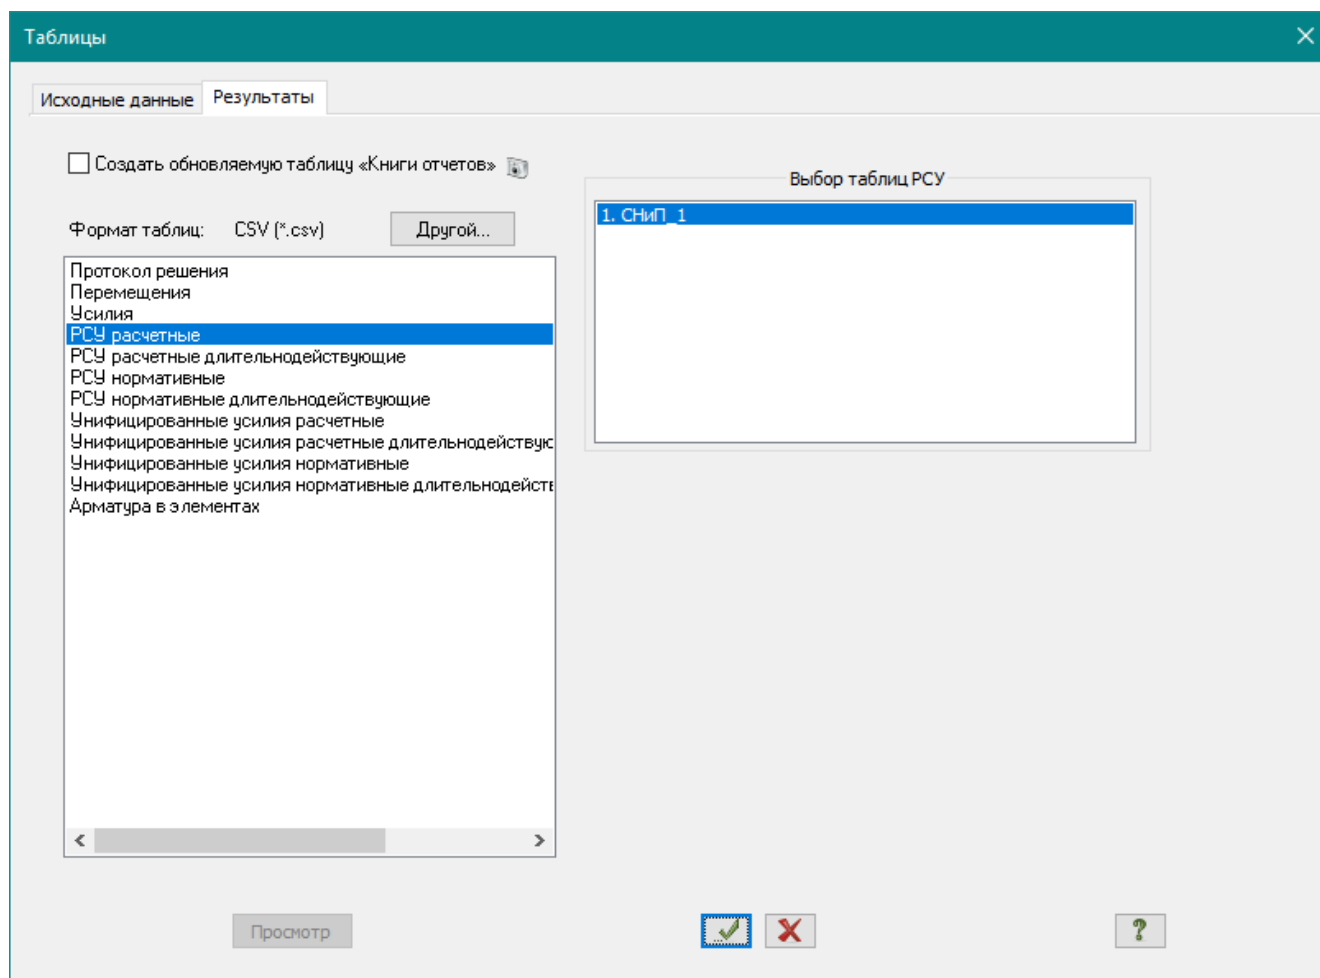

Рис.18.19. Диалоговое окно **Таблицы**
- После этого в диалоговом окне **Таблицы** (рис.18.19) выделите строку **PCU расчетные**.